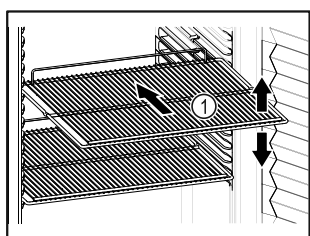

Fig. 61 Beispielhafte Darstellung
- ❑ Wenn Abstellroste Fig. 61 (1) versetzbar sind, je nach Höhe anpassen.